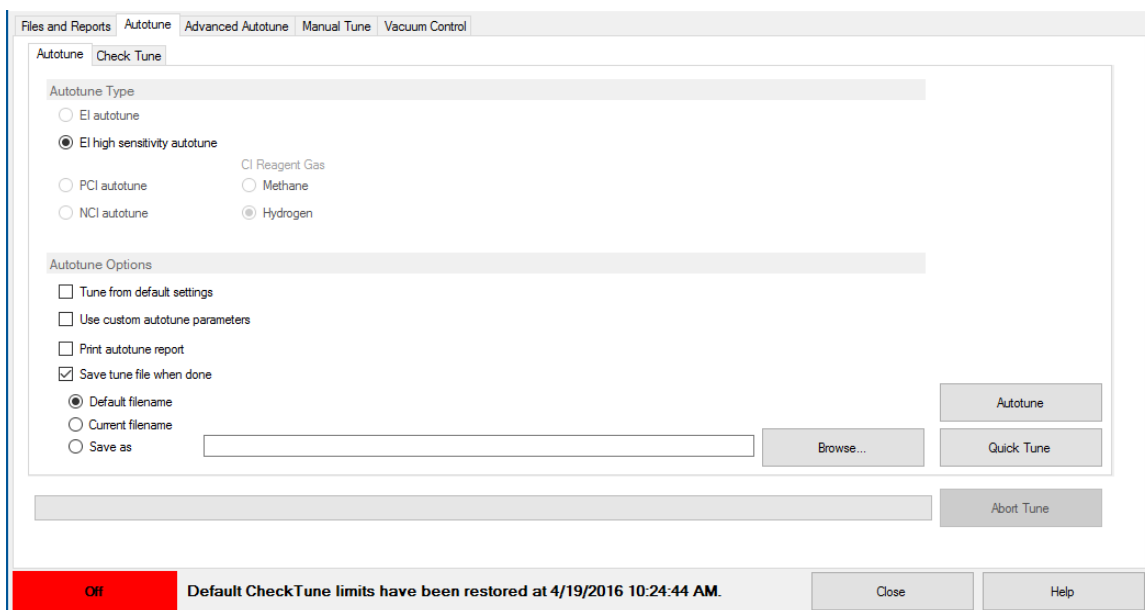

Figure 38. Configuration d'Autotune sur un système configuré avec source CI
- 5 Cliquer sur l'onglet **Autotune** (Réglage automatique) et sélectionner **EI high sensitivity autotune** (Réglage automatique de la source EI haute sensibilité) pour une source EI HES ou XTR. (Voir **Figure 38** page 139.)